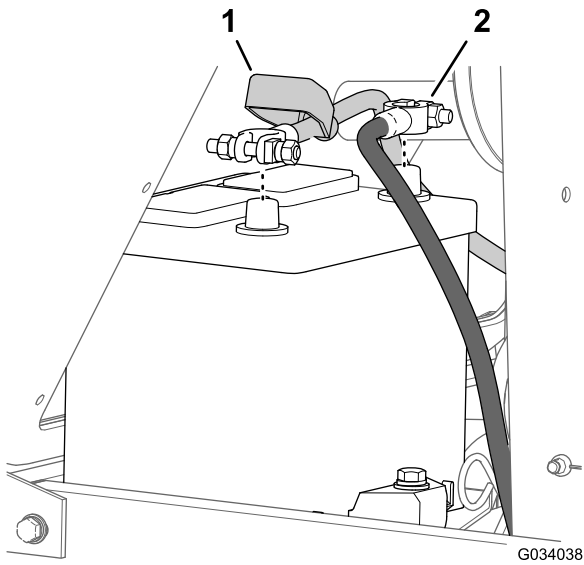

Figura 56
2. Desconecte el cable negativo (-) del borne de la batería (Figura 56).
3. Aleje el capuchón aislante de la abrazadera del cable de la batería (Figura 56).
4. Desconecte el cable positivo (+) del borne de la batería (Figura 56).
7. Conecte el cable positivo (+) al borne positivo de la batería (Figura 56).
8. Conecte el cable negativo (-) al borne negativo de la batería (Figura 56).